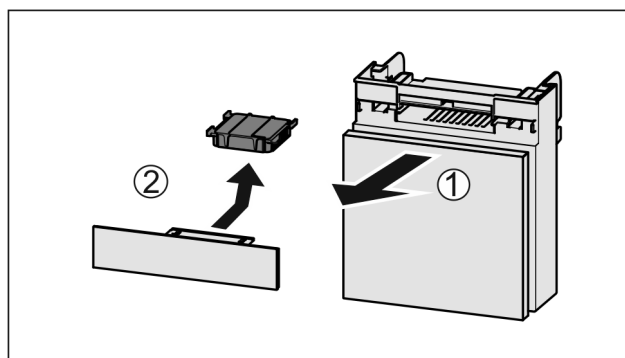

Fig. 90
- Zásuvku vytáhněte dopředu Fig. 90 (1).
- Filtr s aktivním uhlím vyjměte Fig. 90 (2).